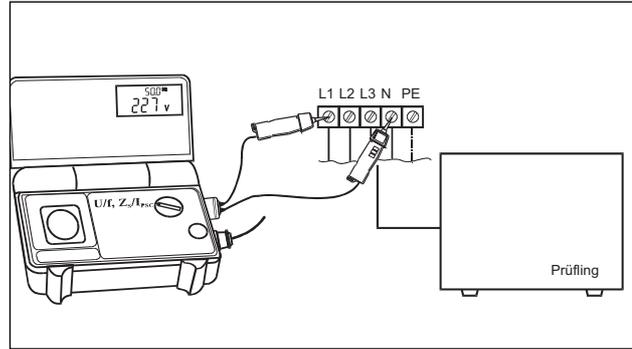
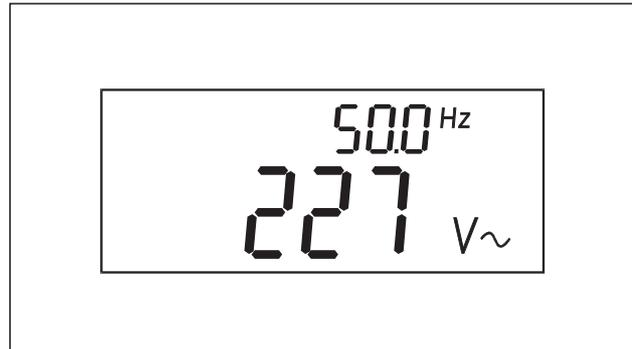

Abb.6.5
Abb. 6.6
- Die Prüfspitzen von COMMANDER 2 mit dem Prüfling verbinden (ggf. Messzubehör verwenden), wie in der Abbildung 6.5 dargestellt. Der Spannungswert U und der Frequenzwert f wird ohne Betätigung einer Taste dauernd angezeigt (Abbildung 6.6):